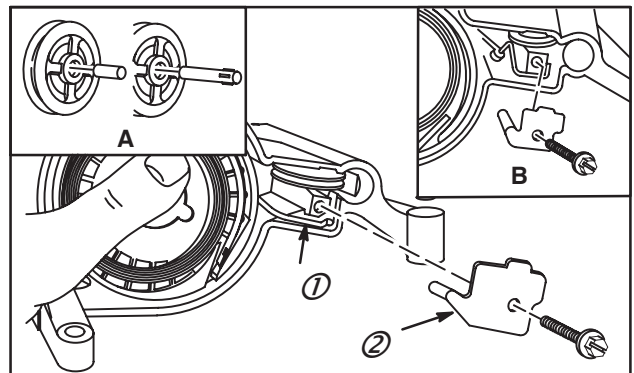

Fig. 53
8. Déposer le guide corde et noter la position de l'épingle avant de sortir l'ensemble du boîtier, Fig. 53.
9. Les poulie et goupille de la corde (vue détaillée "A"), si elles sont utilisées, doivent être remplacées si elles sont usées ou endommagées. La vue détaillée "B" illustre l'épingle de type optionnel. Épingle standard (1), guide de corde (2), Fig. 53.